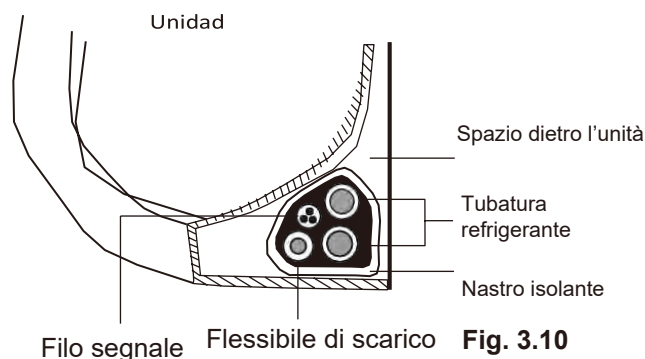

Fig. 3.10
- Lega il flessibile di scarico, i tubi refrigeranti e il cavo segnale in conformità alla **Fig. 3.10**
- Usando nastro isolante, avvolgi il filo segnale, i tubi refrigeranti e il flessibile di scarico insieme saldamente. Ricontrolla che tutti gli elementi siano legati conformemente alla **Fig. 3.10**.